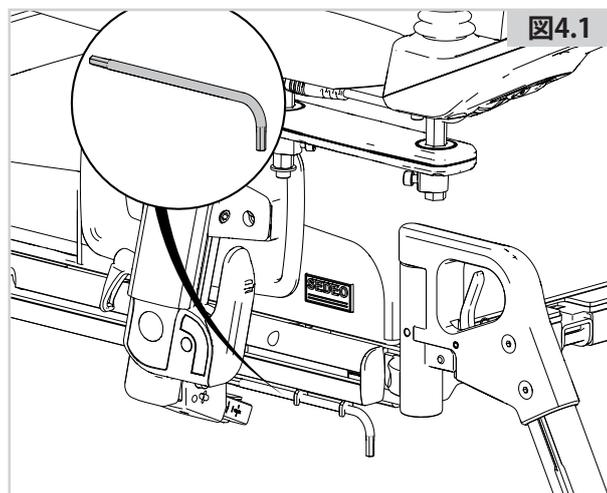

図4.1
このシーティングシステムにはM5六角レンチが付属しています。専門家が行うシーティングシステムの設定すべてに使用できます。このM5六角レンチ (A) はフレームの図4.1に示す場所にあります。